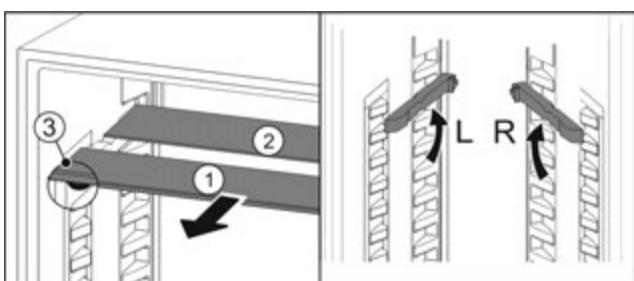

Fig. 29
- Пусніть Fig. 29 (1) скляну панель вперед.
- Скляна панель Fig. 29 (1) з декоративною планкою лежить спереду.
- Стопори Fig. 29 (3) показують вниз.